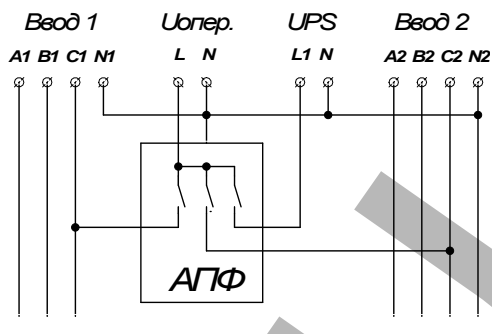

Рис.10 Схема получения оперативного питания с использованием АПФ и UPS
6.2.5. Схема получения оперативного питания с использованием автоматического переключателя фаз (АПФ) и UPS. Пример схемы изображен на рис. 10. Это наиболее надежное и эффективное решение.